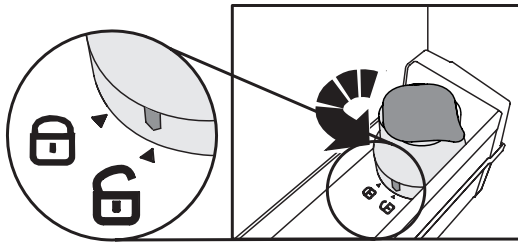

Fig.3
- Desbloqueie o filtro rodando-o na direção contrária à dos ponteiros do relógio (Fig. 3).
(Pode seguir o procedimento descrito nas secções "Ativação do filtro de carvão" e "Instalação do filtro"- **Fig. 3, 4, 5, 6, 7, 8**).